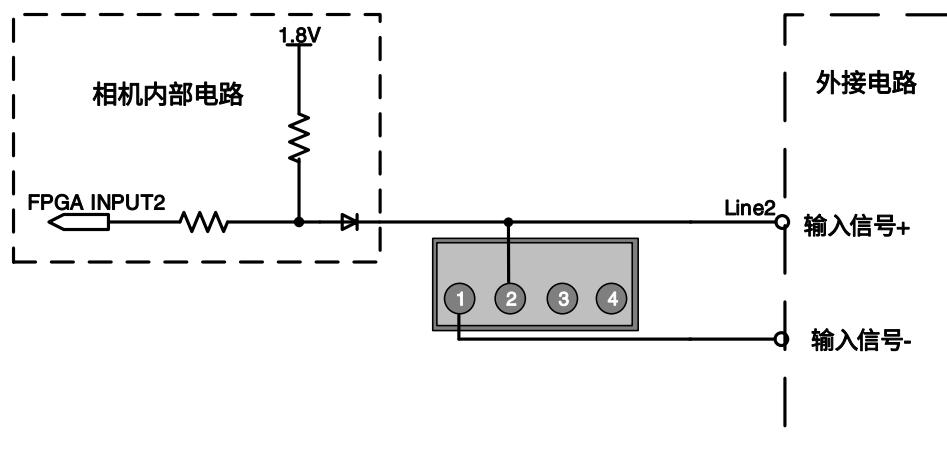

图 7-7 Line2 配置为输入引脚时相机内部等效电路
- Line2 配置为输入引脚时，相机内部等效电路如图 7-7 所示